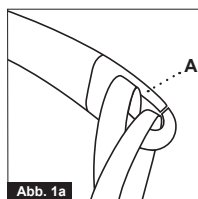

Abb. 1a
Lassen Sie beim Befestigen der Hebeschlaufe an den Haken Vorsicht walten. Stellen Sie sicher, dass die Schlaufen vollständig durch die Gummi-Aushängesicherung (A) gezogen und ordnungsgemäß an den Haken des Aufhängebügels befestigt sind. Wenn Sie den Startknopf zum Heben betätigen, überprüfen Sie noch einmal, dass alle Schlaufen korrekt in den Haken des Aufhängebügels verbleiben. (Abb. 1a und Abb. 1b).